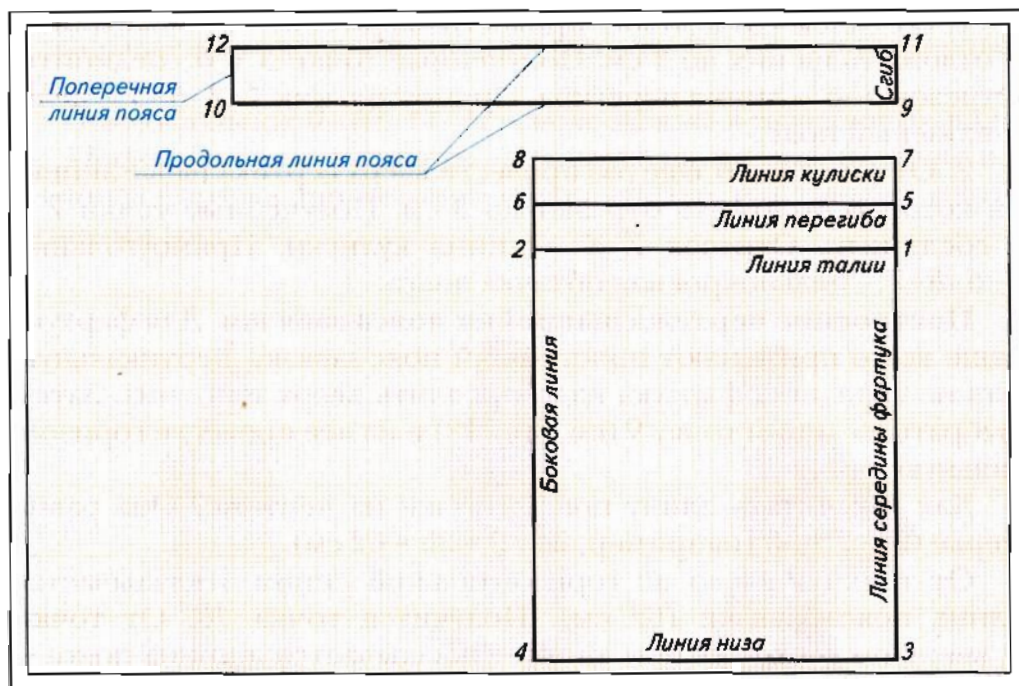

Рис. 18. Построение чертежа выкройки фартука и пояса-завязки
Построение чертежа основы фартука (рис. 18). Если в качестве проектного изделия вы выберете фартук, чертеж его выкройки строите в такой последовательности.
Построение чертежа выкройки пояса-завязки. Для фартука чаще всего применяют простейший пояс-завязку. Вертикальную линию середины фартука надо продлить вверх или вниз. Затем выбрать на линии точку 9 (см. рис. 18) и из нее провести горизонтальную линию.
3. Укажите линию середины фартука и сгиба ткани возле отрезка 1–3 (см. рис. 18).